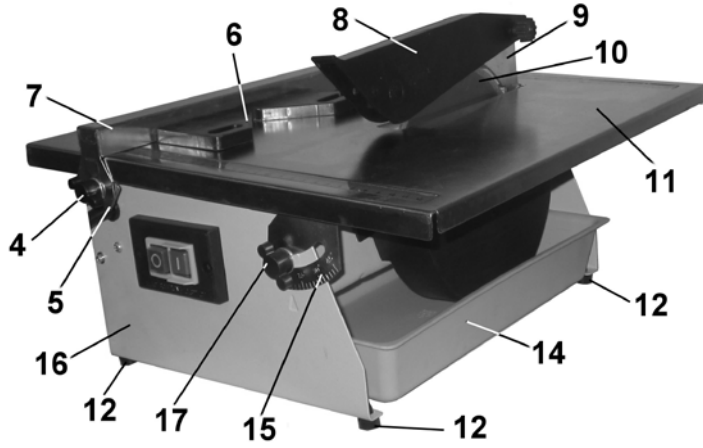
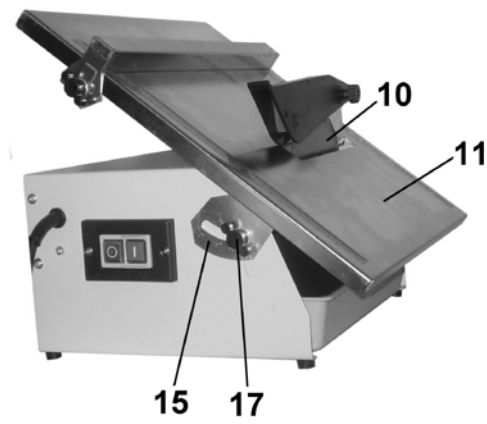

Рис. 3
Рис. 4
9.1. Как показано на Рис.3, используя два винта крепления (4) на направляющей планке (7), установите с обеих сторон прижимные планки (5). Установите направляющую планку (7) и зафиксируйте двумя винтами крепления (4) положение планки (7) за отбортовку рабочего стола (11).
### 10.1. Регулировка угла резания (Рис. 4)
10.1.2. Ослабьте крепление двух винтов фиксации (17), Рис.3, Рис.4.
10.1.3. Как показано на Рис.4, переведите рабочий стол (11) в наклонное положение, совместив показание на шкале наклона (15) и указателе на предполагаемый угол резания. Закрепите положение двумя винтами фиксации (17). Для более точной установки угла наклона рабочего стола (11) пользуйтесь угломером, шаблоном или образцом.
### 10.2. Регулировка резания в размер (Рис. 3)